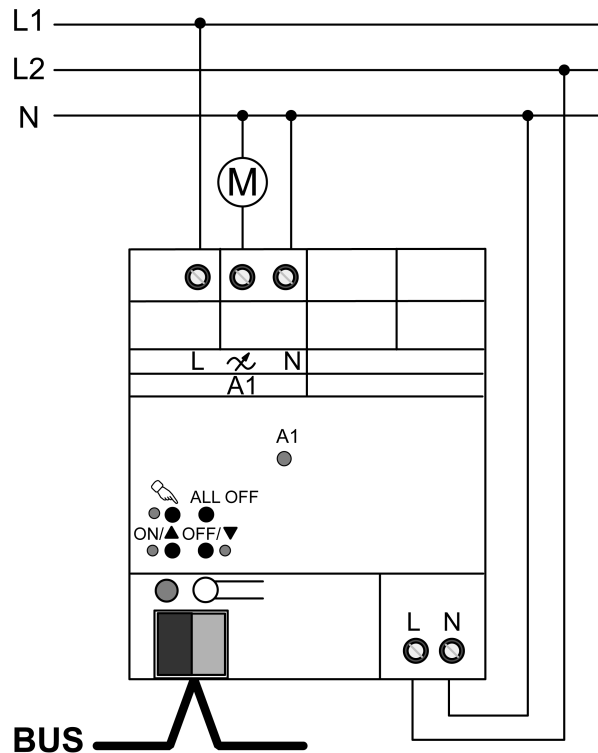

Imagen 6: Actuador regulador de 1 elemento; Conexión para modo regulador de velocidad
- Conectar el dispositivo según el ejemplo de conexión (Imagen 6).